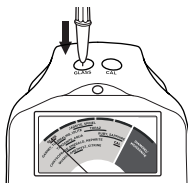

Fig. 1.5
- Premere la punta della sonda sul disco in vetro situato sul lato sinistro della luce-indicatore **(Fig. 1.5)**. Applicare una pressione sufficiente a far rientrare completamente la punta sporgente all'interno della sonda a penna. Al termine di questa operazione l'ago dovrebbe sollevarsi e posizionarsi all'interno della fascia rossa (preferibilmente al centro di tale fascia) sormontata dalla scritta "Glass" entro due o tre secondi.